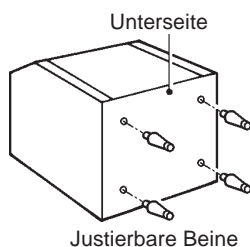

Abb. 2
- 1) Die vier mitgelieferten Beine (Behälterzubehör) ganz in die Unterseite des Vorratsbehälters einschrauben. Vgl. Abb. 2.